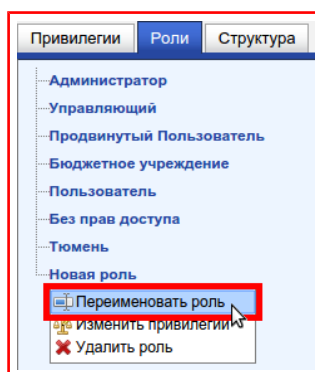

Рисунок 9.13 — Меню роли «Переименовать роль»
- 2) В появившемся меню выбрать **«Переименовать роль»**, рисунок 9.13;